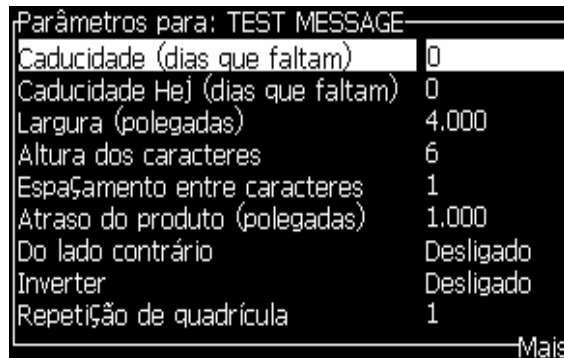

Figura 5-11: Caixa de diálogo Parâmetros da mensagem
- 2 Selecione a caixa de diálogo Parâmetros predefinidos (Figura 5-11 na página 5-25) para editar os valores.